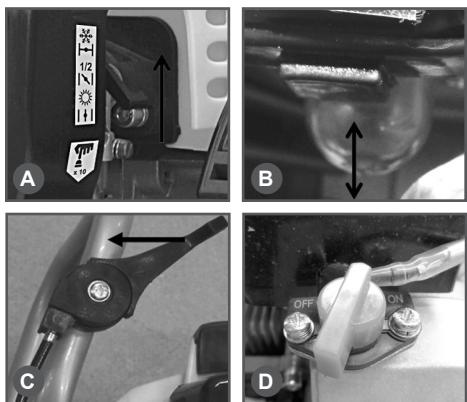

Рис.8 А – рычаг воздушной заслонки, В – ручной топливный насос, С – рычаг газа, Д – выключатель зажигания.
2. Закройте воздушную заслонку. Для этого рычаг заслонки переведите в верхнее положение (Рис.8А).
3. Рычаг газа установите в среднее положение (Рис.8С).
4. Нажмите на ручной топливный насос 5-10 раз, до появления в нем топлива. (Рис.8В).
5. Установите выключатель зажигания в положение ON (Рис.8Д)
2. Дайте двигателю мотопомпы поработать без нагрузки в течение 15-20 секунд, затем заглушите двигатель, установив выключатель зажигания в положение «OFF» Рис.8.